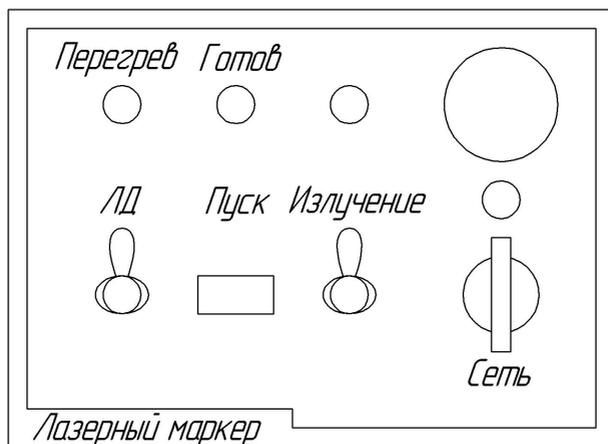

Рис. 3. Внешний вид пульта управления
2. Установка управляется со специального пульта. Органы управления, выведенные на его панель, представлены на рис. 3.